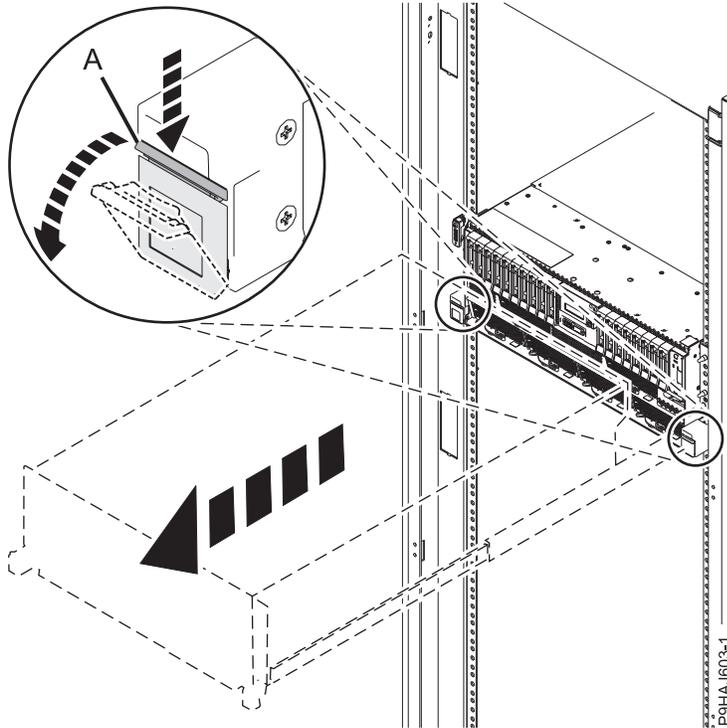

Figura 38. Soltar as patilhas laterais
2. Para um sistema montado em bastidor, abra os trincos laterais (A) e puxe os trincos para fazer deslizar a unidade de sistema completamente para a posição de assistência, até que as calhas deslizantes façam clique e retenham a unidade de sistema com segurança. Certifique-se de que os parafusos dentro dos trincos não estão aparafusados ao bastidor. Consulte Figura 38 na página 55. Remova as presilhas que prendem os braços de gestão de cabos. Certifique-se de que os braços de gestão de cabos se podem movimentar livremente. Certifique-se de que os cabos na parte posterior do sistema não ficam presos, nem entrelaçados, enquanto puxa a unidade de sistema para a posição de assistência.